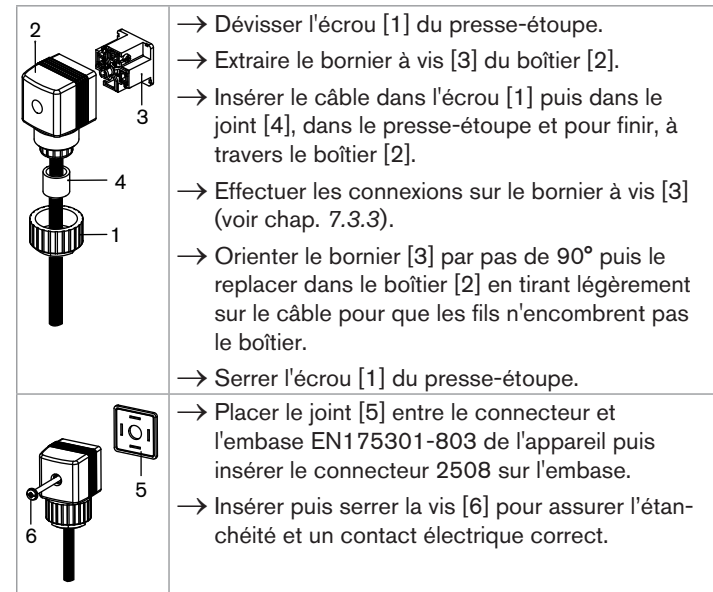

Fig. 7 : Assemblage du connecteur femelle type 2508 (fourni)
- dévisser l'écrou [1] (voir Fig. 7) du connecteur femelle 2508 fourni avec l'appareil